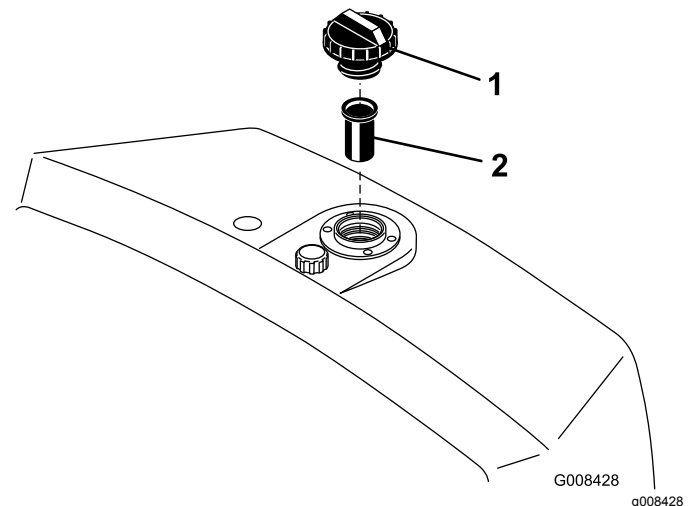

Figure 47
2. Retirez le bouchon du réservoir et vérifiez le niveau d'huile. L'huile doit arriver au bas de la crépine dans le goulot de remplissage (Figure 47).